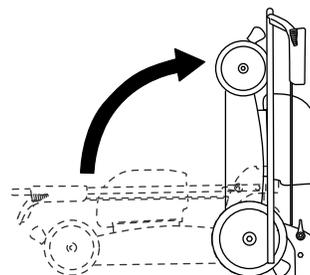

Figura 22
6. Eleve a frente da máquina pela pega e mova-a para o local de armazenamento (Figura 22).